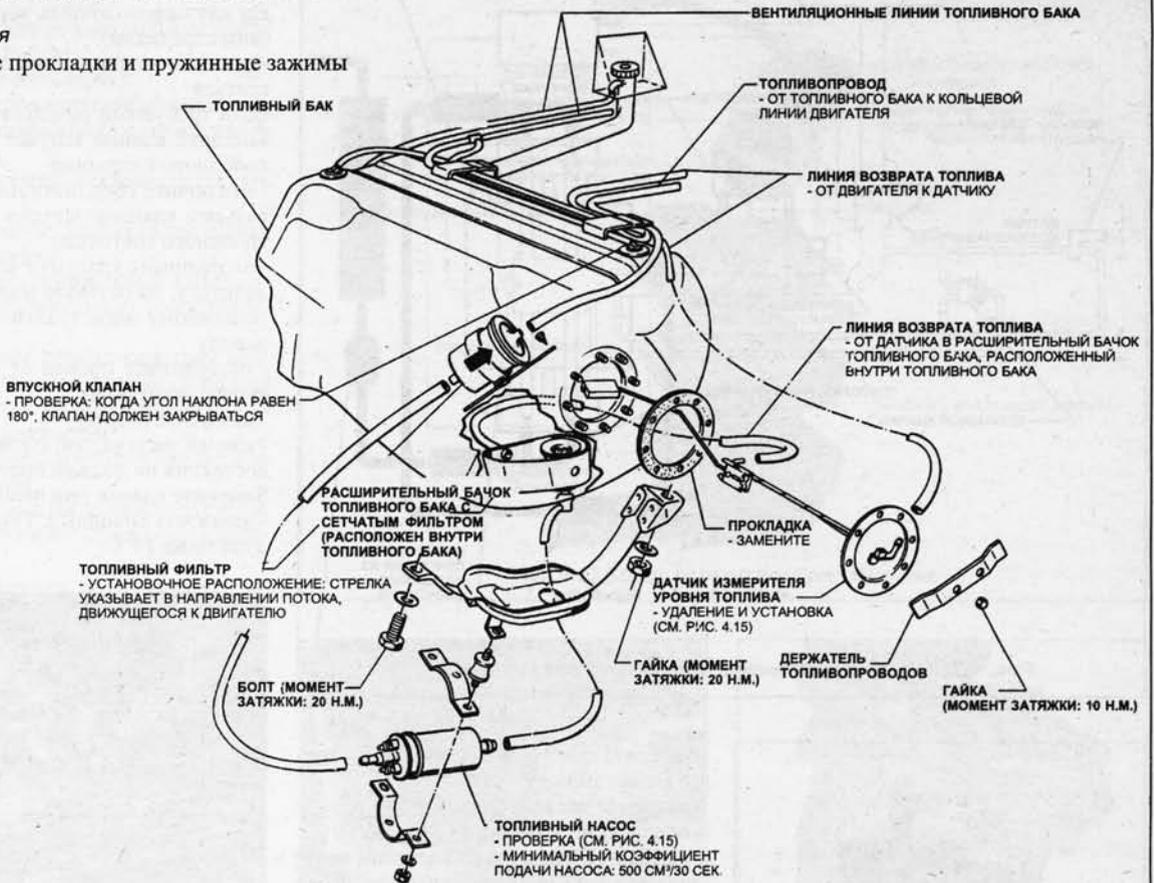

Рис. 4.20 Компоненты системы подачи топлива
- когда устанавливаете датчик, убедитесь, что трубка возврата топлива вставлена в расширительный бачок топливного бака, находящийся внутри топливного бака (см. Рис. 4.20)